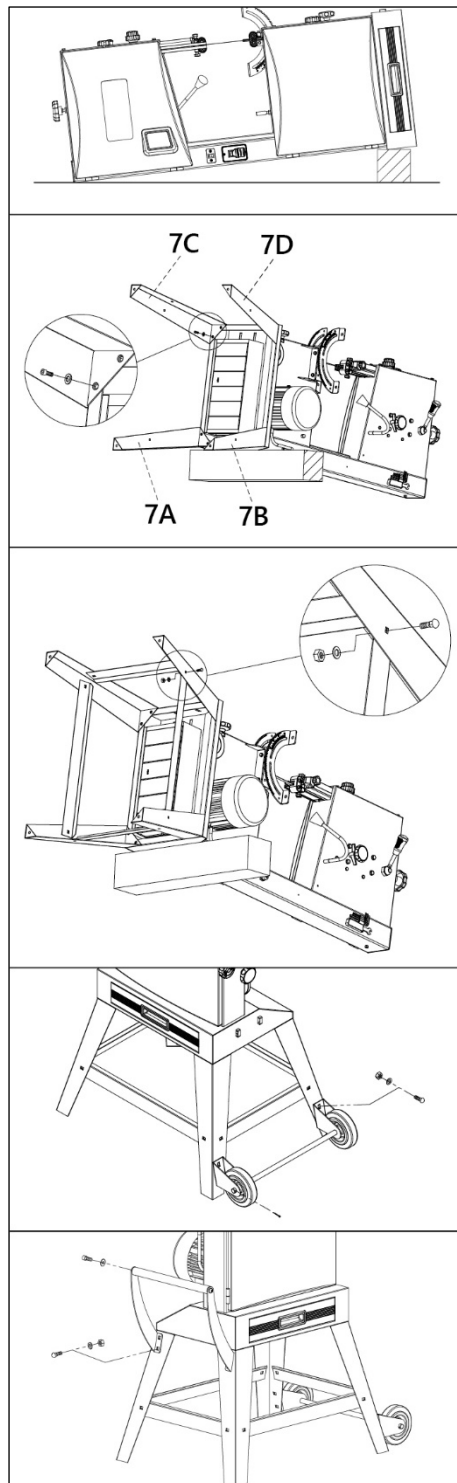

Рисунок 3.
- Положите станок на брус (рис. 3).